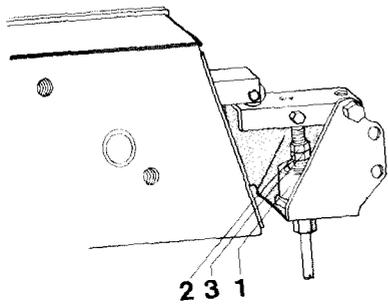

Fig. 107
Sollte der Hydraulikzylinder (Fig. 107/1) den Schaltkasten nicht umschalten, sind folgende Einstellungen bei ausgefahrenem Zylinder vorzunehmen:
- Kontermutter (Fig. 107/2) lösen.
- Mutter (Fig. 107/3) so weit nach links drehen, bis der Schaltkasten hörbar umschaltet, danach die Mutter zwei Umdrehungen weiterdrehen und kontern.
- Kontermutter (Fig. 107/2) festziehen.